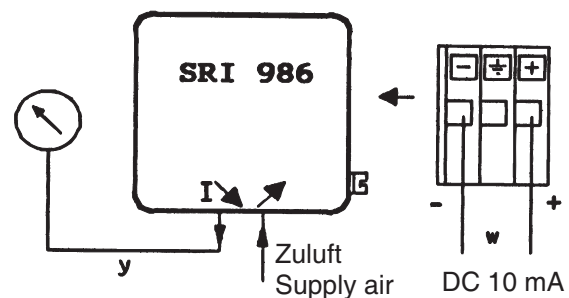

Abb. 24: Prüfschaltung für einfach-wirkenden Stellungsregler
- g) Stellungsregler laut Prüfschaltung Abb. 24 anschließen. Zuluft 1,4 bar vorgeben.